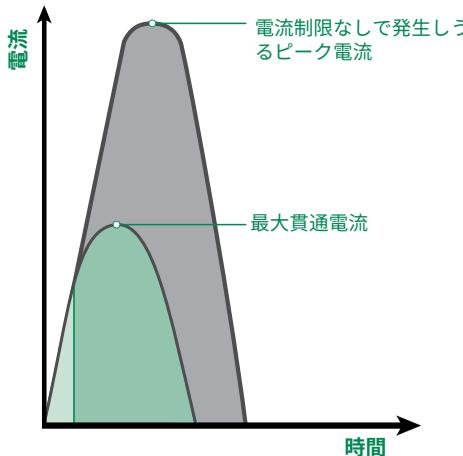

図 14 – 最大貫通電流
**最大貫通電流** (図 14を参照) – 発生しうる電流が電流制限範囲内であるとき、トータル遮断時間の間に過電流保護装置を流れる最大瞬間電流。